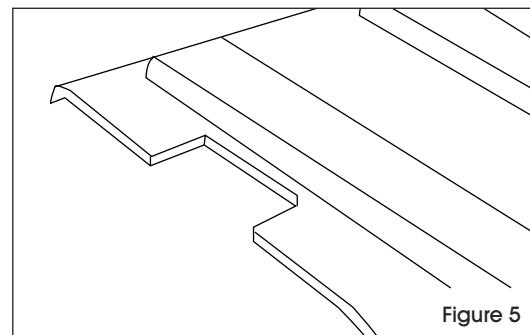

Figure 5
9. La forme du couvercle doit lui permettre de s'insérer à l'intérieur des quatre supports, mais il se peut que vous ayez à effectuer de petites encoches dans le couvercle pour qu'il s'insère correctement. (Voir Figure 5)